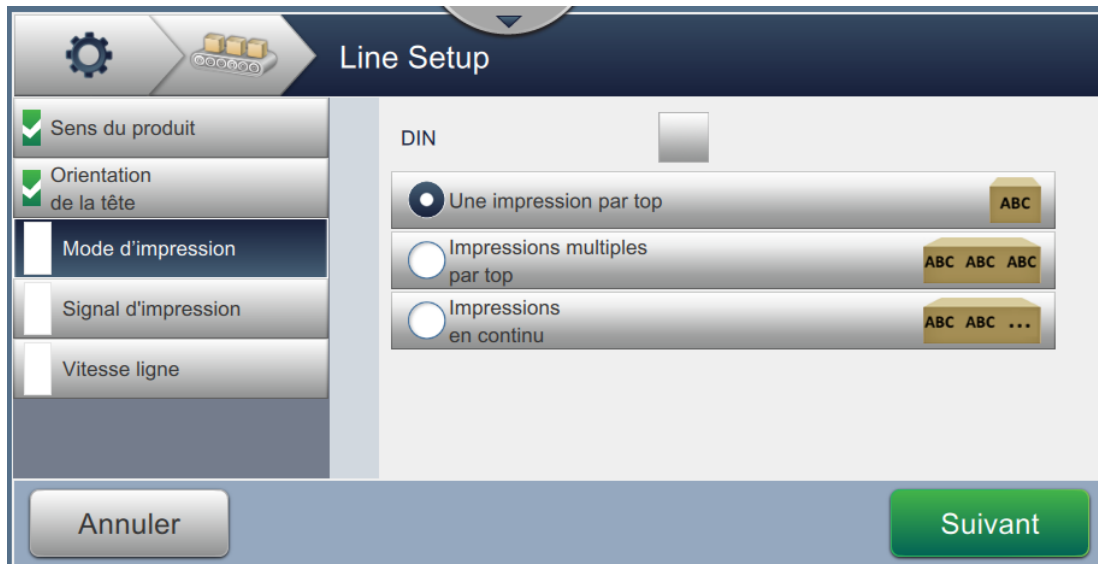

Figure 6-30 : Configuration de ligne - Mode d'impression
1. Appuyez sur l'option *Mode d'impression* dans l'écran Paramètres de configuration de ligne comme illustré dans la Figure 6-30.
1. Sélectionnez l'option *Multiple* comme illustré dans la Figure 6-30. Appuyez sur le bouton
1. Sélectionnez l'option *Impressions en continu* comme illustré dans la Figure 6-30. Appuyez sur le bouton  .